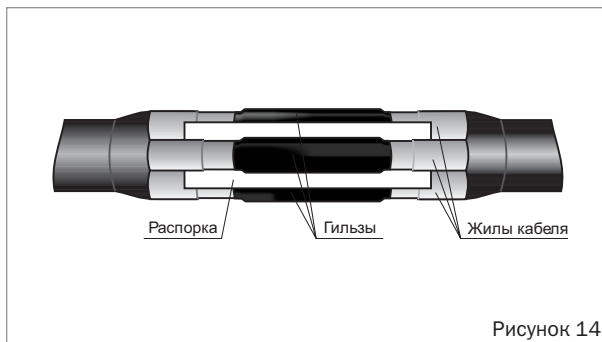

Рисунок 14
- Вставить между жилами кабелей изолирующую распорку симметрично относительно центра муфты (рисунок 14).